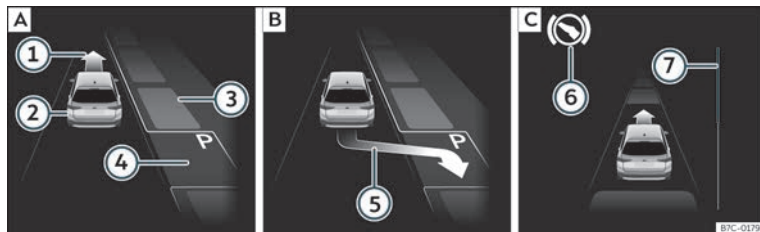
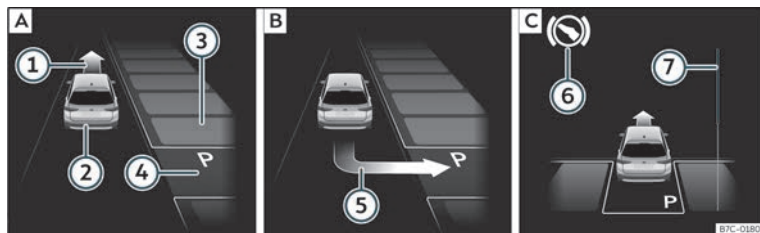

Fig. 236 Na pantalla do cadre de instrumentos:aparcar en liña. **[A]** Atopar un espazo de aparcamento. **[B]** Posición para aparcar. **[C]** Manobrar.
Fig. 237 Na pantalla do cadre de instrumentos:aparcar en batería. **[A]** Atopar un espazo de aparcamento. **[B]** Posición para aparcar. **[C]** Manobrar.
- Mire na visualización da pantalla do cadre de instrumentos se detecta o espazo como “axeitado” e se alcanzou a posición correcta para aparcar » **fig. 236 [B]** ou » **fig. 237 [B]**.
• Retroceda ata que soe o sinal continuo do ParkPilot; **OU BEN:** retroceda ata que na pantalla do cadro de instrumentos apareza a indicación de dar marcha adiante »» fig. 236 [C] ou »» fig. 237 [C]; **OU BEN:** retroceda ata que na pantalla do cadro de instrumentos apareza a mensaxe **Park Assist finalizado**. A barra de progreso ⑦ indica a distancia a percorrer »» páx. 305.
• Prema o pedal do freo ata que o sistema de aparcamento asistido complete os xiros do volante; **OU BEN:** ata que se apague o símbolo ⑧ na pantalla do cadro de instrumentos.
• Vaia marcha adiante ata que soe o sinal continuo do ParkPilot; **OU BEN:** vaia marcha adiante ata que na pantalla do cadro de instrumentos apareza a indicación de dar marcha atrás. O sistema de aparcamento asistido dirixe o vehículo marcha adiante e marcha atrás ata centralo no espazo »» fig. 236 [C] ou »» fig. 237 [C].
A barra de progreso »» fig. 236 ⑦ e »» fig. 237 ⑦ amosa simbolicamente na pantalla do cadro de instrumentos a distancia relativa que aínda se vai percorrer. Canto maior sexa a distancia, máis chea está a barra de progreso. Ao circular marcha adiante, o contido da barra de progreso diminúe cara arriba e, ao circular marcha atrás, diminúe cara abaixo.